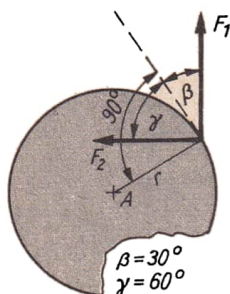

Bild 44
- 3.75 In Bild 44 greifen die Kräfte $F_1 = 100 \text{ N}$ und $F_2 = 80 \text{ N}$ in den angegebenen Richtungen am Rand einer Scheibe (Radius 50 cm) an, deren Achse, senkrecht auf der Scheibe stehend, durch den Punkt A läuft. Berechnen Sie 1. das Drehmoment der Kraft F_1 , 2. das Drehmoment der Kraft F_2 , 3. die Resultierende der beiden Momente. – Überprüfen Sie das Ergebnis, indem Sie 4. die Resultierende der Kräfte bilden und 5. das Drehmoment dieser Resultierenden bestimmen. 6. Erläutern Sie, wie sich die Ergebnisse ändern, wenn beide Kräfte nicht in der Scheibenebene, sondern unter einem Winkel $\delta = 45^\circ$ gegen diese Ebene an der Scheibe angreifen.